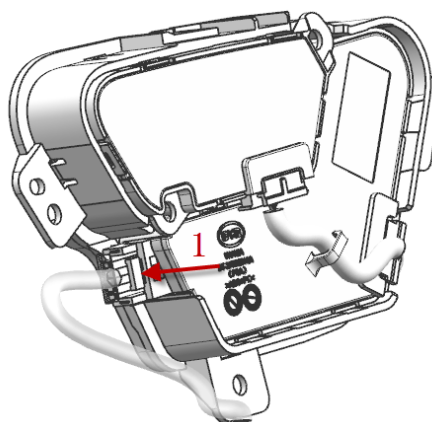

图8-1-9座椅调节开关接插件拆卸示意图
b. 拆卸座椅调节开关接插件：如图 8-1-9，用力沿箭头 1 方向压住卡脚，再拔出线束插头。